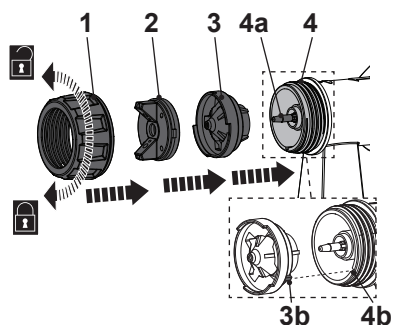

Fig. 4
- > Vuelva a colocar el casquillo de aire (2) y la tuerca de unión (1) en el cabezal de pulverización (4). Apriete la tuerca de unión (1) para asegurar la conexión (Fig. 4).